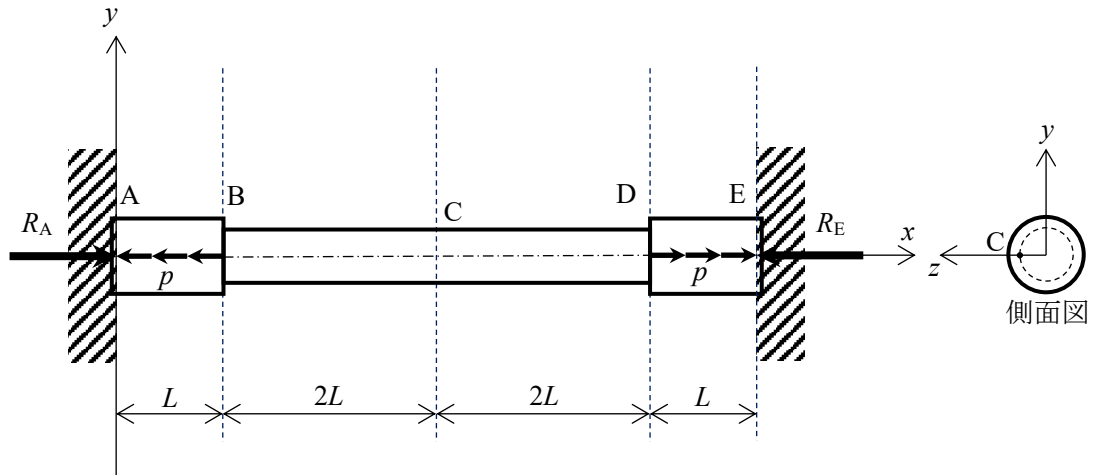

Fig. 2 壁に固定された段付き丸棒.
- [2] 図2のように点Aと点Eにおいて固定された段付き丸棒があり、AB間、DE間に分布荷重 $p$ がそれぞれ対称に作用している。棒の断面積をAB間、DE間では $2A$ 、BD間では $A$ とし、ヤング率は $E$ として以下の問いに答えよ。ただし、壁の変形は考えないものとする。